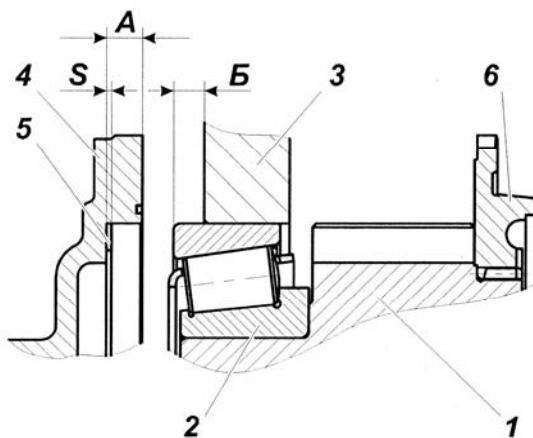

Рис. 116:
Установить в расточку картера коробки передач первичный вал в сборе с прокладками подобранными по п. 1. рис. 116.
5.6. Замерить размер Б рис. 116, (между торцами картера коробки передач и наружного кольца подшипника) при этом, гнездо заднего подшипника вторичного вала должно быть плотно (под усилием собственного веса вторичного вала) прижато через установочные прокладки к торцу зубчатой муфты демультипликатора; первичный вал должен быть плотно (под усилием собственного веса) прижат через установочные прокладки к торцу наружного кольца переднего подшипника вторичного вала, а наружное кольцо заднего подшипника первичного вала - к роликам.